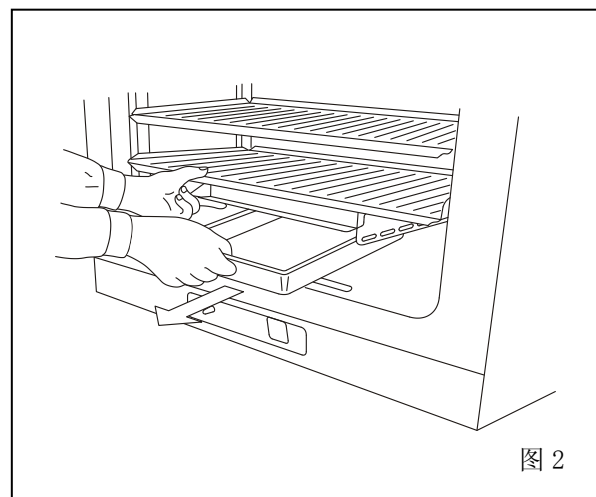

图 2
4. 松开增湿盘盖子后部的定位卡，向上提取盖子。见图 2。
2. 朝自己方向取出增湿盘。见图 2。